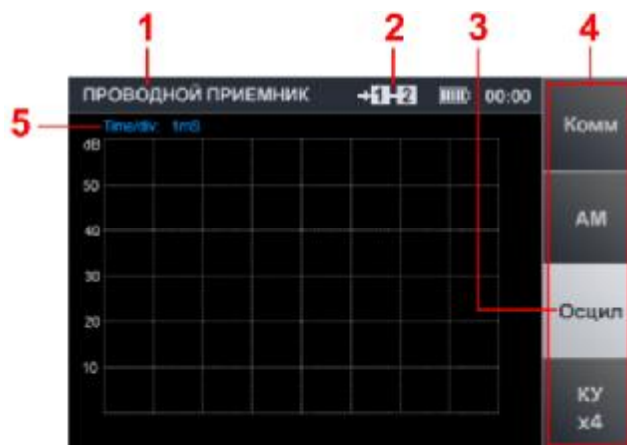

Рис.31
Демодулированный сигнал (при его контроле на фиксированной частоте) можно исследовать в режиме «ОСЦИЛЛОГРАФ». Для этого в режиме «Контроль сигнала на фиксированной частоте» нужно нажать кнопку «F3». При этом поле «горячей» кнопки «Осцил» изменит цвет на более светлый, что говорит о включении режима. Вид экрана в режиме «ОСЦИЛЛОГРАФ» представлен на рис.31. Цифрами на рисунке обозначены:
- кнопки - регулировка горизонтальной развертки (значение деления временной оси отображается на индикаторе п.5, рис.31).